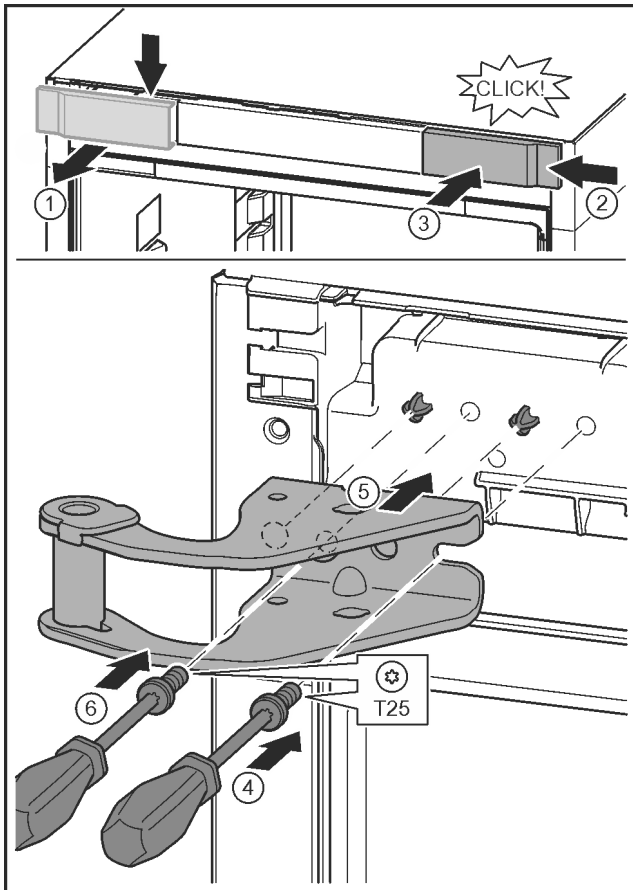

Fig. 10
- ▶ Uvoľnite kryt a odoberte ho z boku. Fig. 10 (1)
- ▶ Kryt zaveste na druhú stranu sprava otočený o 180°. Fig. 10 (2)
- ▶ Kryt zaklapnite. Fig. 10 (3)
- ▶ Skrutkovačom T25 nasadíte skrutku. Fig. 10 (4)
- ▶ Nasadíte hornú ložiskovú konzolu. Fig. 10 (5)
- ▶ Skrutku pevne zaskrutkujte. Fig. 10 (4)
- ▶ Skrutku nasadíte a pevne zaskrutkujete skrutkovačom T25. Fig. 10 (6)